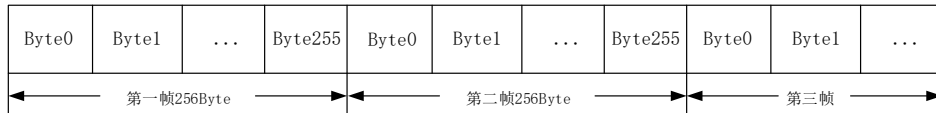

图 4.26 字节分帧示意图
- 字节分帧：该配置用于限制数据包的最大长度，当串口收到“字节分帧”设定数量的字节时会将已收到的数据作为一个数据包转发出去；如图 4.26 所示，当“字节分帧”设置为 256 时，则串口每接收 256Byte 时就会自动分帧。